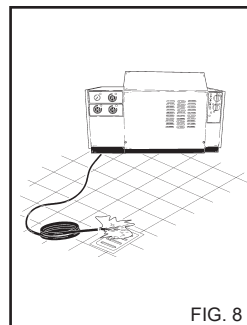

FIG. 8
**Epäpuhtaudet saattavat tukkia suuttimen ja aiheuttaa toimintahäiriön (fig. 8).**